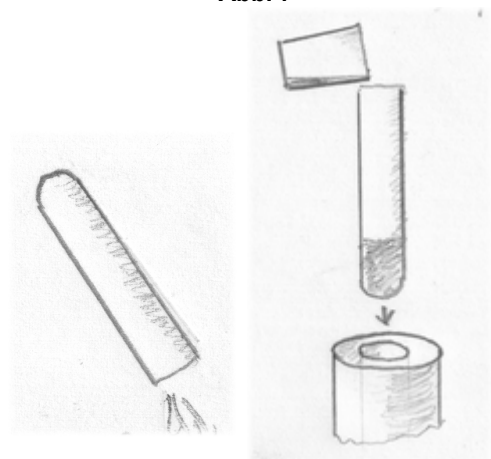

Abb. 8
- 6 Küvette herausnehmen und entleeren, dann mit dem vorbereiteten farbigen oder trüben Messwasser eines Tropftests mit genau eingehaltener Wartezeit laut Testbeschreibung befüllen und in den Küvettenhalter (Aufnahmeöffnung) des Multifotometers einführen und die Lichtschutzhülse darüberstecken (Abb. 8).